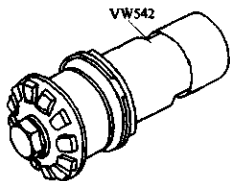

图 3-176 将橡胶轴承与
1) 更换下摇臂橡胶轴承 压出下摇臂橡胶轴承 (见图 3-147 所示), 将新的橡胶轴承用螺栓与导向杆紧固成一体, 如图 3-176 所示。然后在轴承表面涂上一层润滑脂, 再将其压入下摇臂 (见图 3-148 所